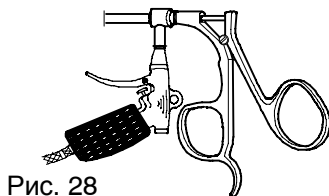

Рис. 28
- ◆ На шарнирных инструментах с боковым штуцером для промывки снимите крышку Люэра и промойте канал с помощью моечного пистолета (рис. 28).